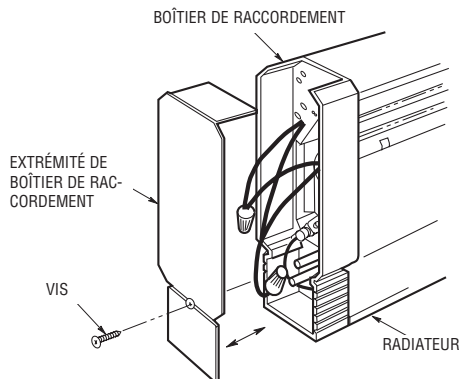

Figure 3. Enlèvement du capuchon d'extrémité
3. Enlevez le capuchon d'extrémité du boîtier de raccordement de gauche ou de droite en ôtant la vis en bout du radiateur et en faisant glisser ce capuchon vers l'extérieur du radiateur (Figure 3).